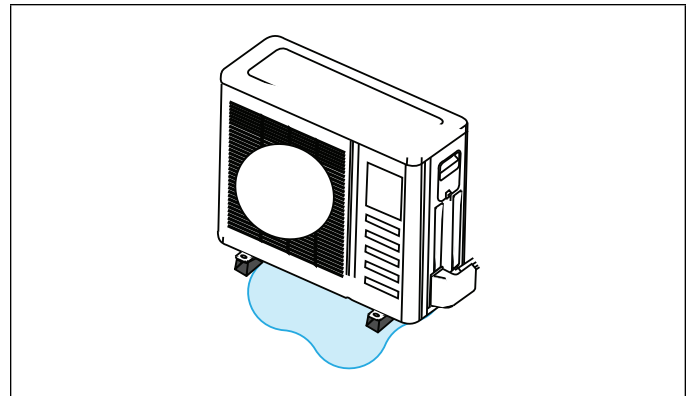

Figure 10. Éviter les dangers causés par le gel de l'eau de dégivrage
- Faire très attention à l'élimination de l'eau de dégivrage pour éviter que la glace empêche l'utilisation des allées ou crée un danger à proximité de l'unité extérieure comme illustré à la «Figure 10. Éviter les dangers causés par le gel de l'eau de dégivrage» à la page 7.